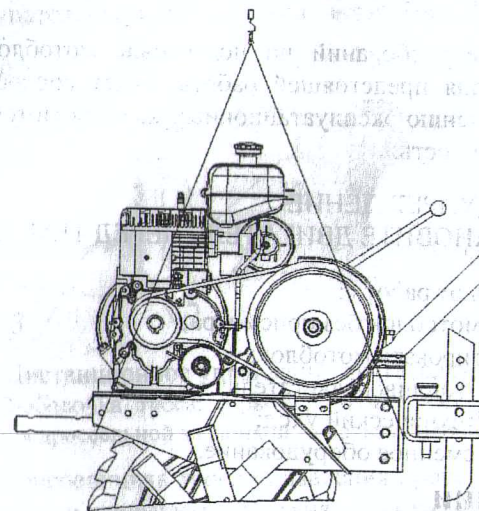

Рис.4. Схема зачаливания мотоблока при погрузке
30. Стropовку мотоблока при погрузо-разгрузочных работах производите согласно схеме (рис.4), прилагаемой к данному Руководству. Грузоподъемность строп выбирается с учетом номинального веса мотоблока умноженного на коэффициент 1,5.